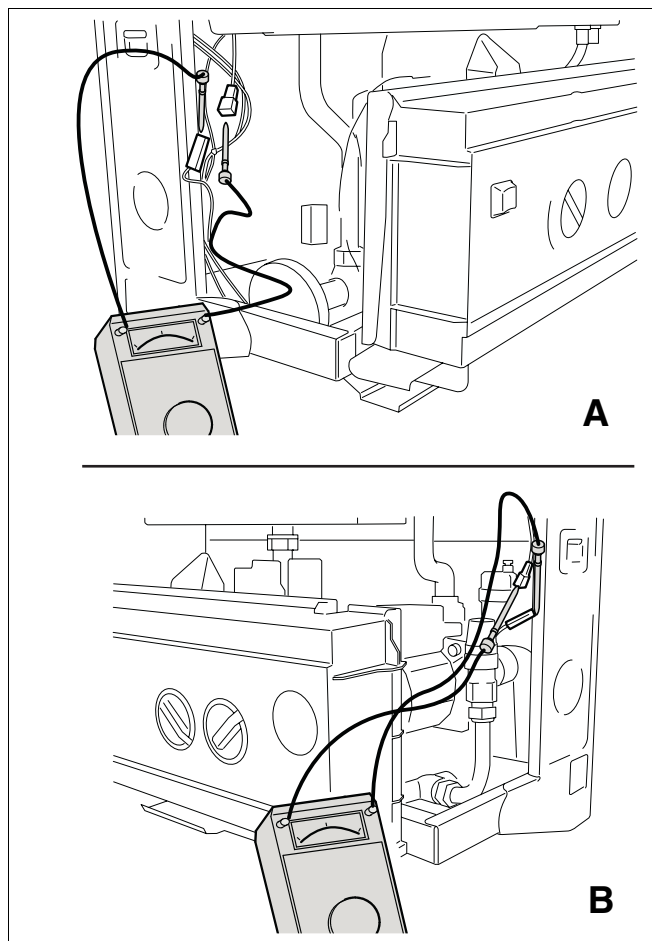

Рис. 25 Проверка ионизационного тока
- На измерительном приборе выбрать область μA (DC) (рис. 25).